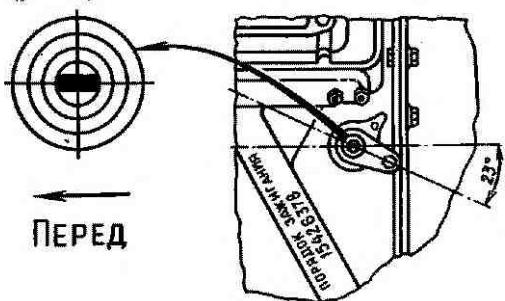

Рис. 33. Установка привода датчика-распределителя и распределителя
2. Вставить привод датчика-распределителя в отверстие блока так, чтобы прорезь в валике привода была направлена вдоль оси двигателя и смешена влево по ходу автомобиля (рис. 33).
3. Закрепить корпус привода держателем и гайкой так, чтобы кронштейн с резьбовым отверстием, имеющийся на корпусе привода, был направлен назад по ходу автомобиля и повернут примерно на 23° влево от продольной оси двигателя, как показано на рис. 33.
2. Вставить привод распределителя в отверстие блока так, чтобы прорезь в валике привода была направлена вдоль оси двигателя и смешена влево по ходу автомобиля (рис. 33).
3. Закрепить корпус привода распределителя держателем и гайкой так, чтобы кронштейн с резьбовым отверстием, имеющимся на корпусе привода распределителя, был направлен назад по ходу автомобиля и повернут примерно на 23° влево от продольной оси двигателя, как показано на рис. 33.